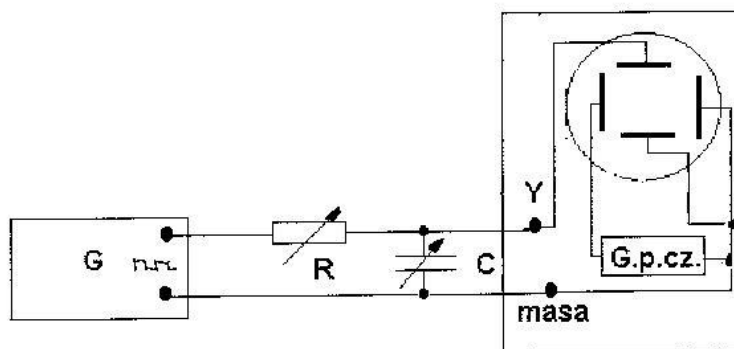

Rys.13 Schemat układu różniczkującego
1. Zmontować układ przedstawiony na rys. 13. Podłączyć generator napięcia prostokątnego,